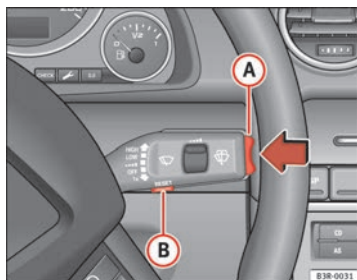

Fig. 60 Leva dei tergicristalli: Comandi del computer di bordo
Premendo il tasto Reset (B ⇒ pag. 91, fig. 60) si può passare dalle funzioni del computer di bordo 1 a quelle del computer di bordo 2 e viceversa.
Premendo brevemente il selettore delle funzioni o il tasto **Reset** ⇒ pag. 91, fig. 60 si disattiva l'avvertimento del tempo di guida.
- Premere la parte superiore o la parte inferiore del selettore **(A)** ⇒ fig. 60). Sul display del computer di bordo vengono visualizzate, in successione, le funzioni relative al livello impostato.